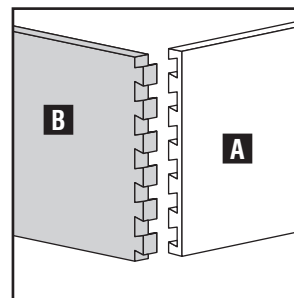

Fig. F1
En OMNIJIG®, las juntas semiciegas de una sola pasada (que son las que se utilizan con mayor frecuencia en la construcción de gavetas) pueden cortarse con la plantilla digital ajustable y la plantilla digital fija. Las juntas se realizan al cortar la tabla con espiga (frente de la gaveta) (A) Fig. F1 y F2 la tabla con cola (lado de la gaveta) (B) al mismo tiempo.